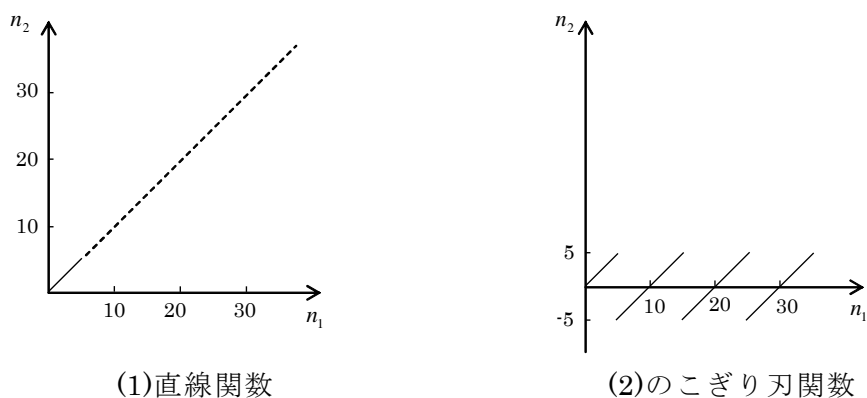
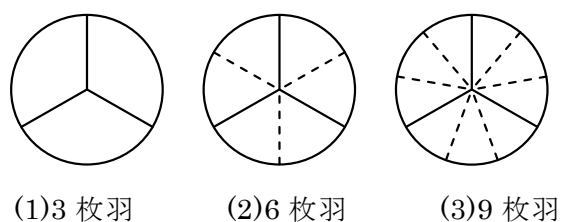

図5 実回転数と仮想回転数
図6 倍数羽の発生
図 5 (1)の直線関数が示すように扇風機の回転速度に比例した回転運動が観測されるはずだが、同図(2)の「のこぎり刃関数」が示すように、回転速度の範囲は ± 5 回転/秒が上限と下限の仮想回転が観測される。 $n_2 < 0$ のとき逆行、 $n_2 = 0$ のとき停止、 $n_2 > 0$ のとき順行で、これが繰り返される。また、扇風機は 3 枚羽であるが、羽根の位置によっては 6 枚羽や 9 枚羽の 3 の倍数の羽根を観測することもある (図 6)。実際は細かい 12 枚羽を見ることがよくある。以上の知識を駆使すれば、仮想回転から扇風機の実際の回転速度を推定することも可能である。